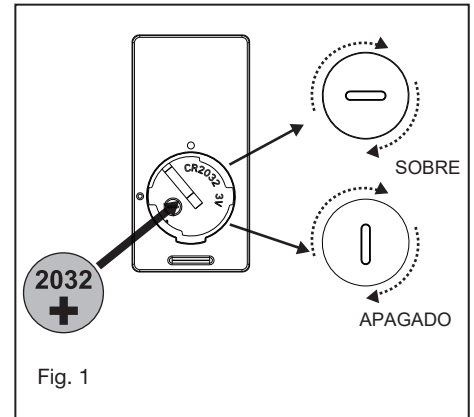

Fig. 1
- 1 Inserte el receptor en el soporte de montaje en techo con el lado plano del receptor mirando hacia el techo. (Fig. 1) Para un mejor rendimiento, asegúrese de que la antena negra y la antena WiFi, en el extremo del receptor, permanezcan extendidas y no enredadas con ninguno de los cables eléctricos. Coloque la antena WiFi en el exterior de la marquesina y péguela/fijela en el techo.
Su motor DC sin escobillas está equipado con un control remoto de tipo aprendido automáticamente. No hay interruptores de frecuencia en el receptor o transmisor. El ventilador puede comenzar a usarse una vez que finaliza el proceso de emparejamiento. Retire el panel del transmisor y luego instale una batería 2032 (incluida). Necesita usar una moneda para abrir o cerrar la tapa de la batería. Para evitar daños en el transmisor, retire la batería si no se usa durante largos períodos de tiempo (Fig.1)